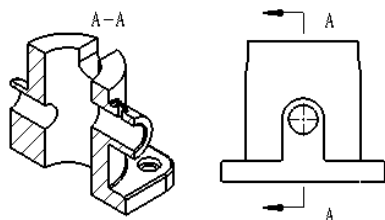

图 4.5.32 零件的等轴测剖面视图
通过“等轴测剖面视图”命令，可以将零件的剖面视图或旋转剖视图转换为等轴测剖面视图。下面以图 4.5.32 为例，说明创建等轴测剖面视图的一般操作步骤。
Step3. 显示切边。在图形区再次右击剖面视图，在弹出的快捷菜单中选择 **切边** → **切边可见 (A)** 命令；至此，等轴测剖面视图创建完成，结果如图 4.5.32 所示。